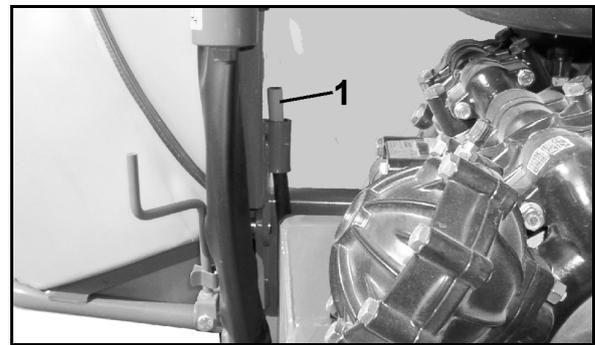

Fig. 48
- La marca roja (Fig. 48/1) de la indicación de control de la pata de apoyo es visible cuando la máquina reposa sobre la pata de apoyo hidráulica.